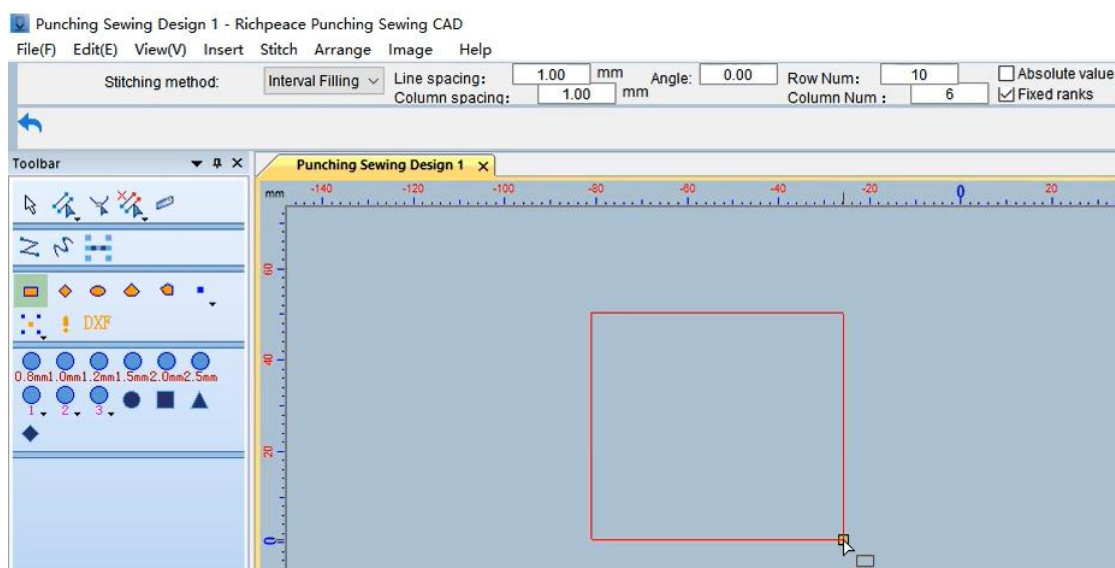
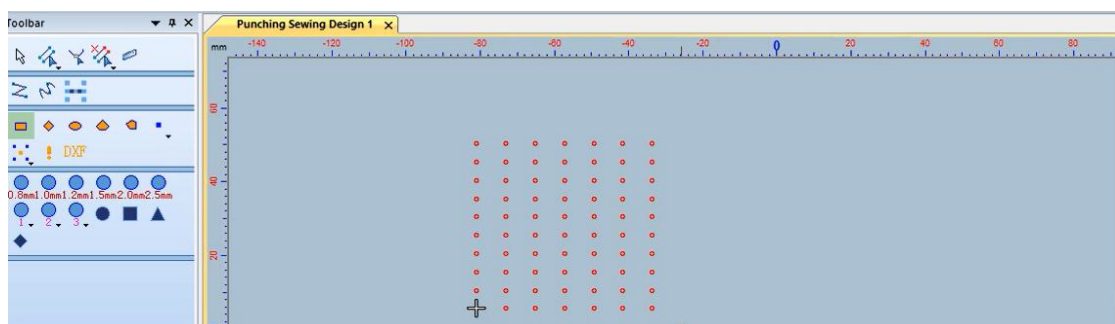

图 1 Picture1
图 2 Picture2
第二步：在工作区域内使用鼠标左键移动绘制图形（图 1），绘制完成后点击鼠标左键（图 2）。
Step 2: Use the left mouse button to move the drawing in the work area (Fig. 1), and click the left mouse button after drawing (Fig. 2).